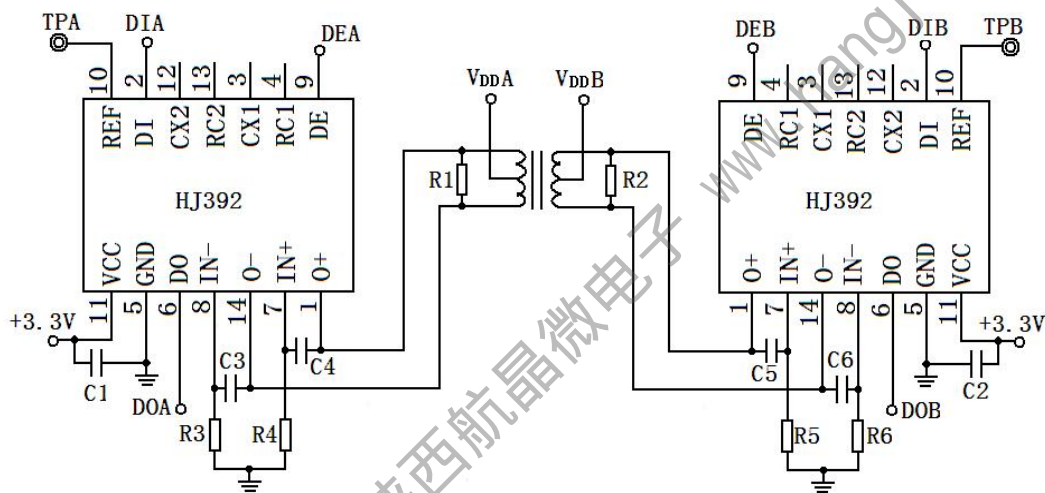
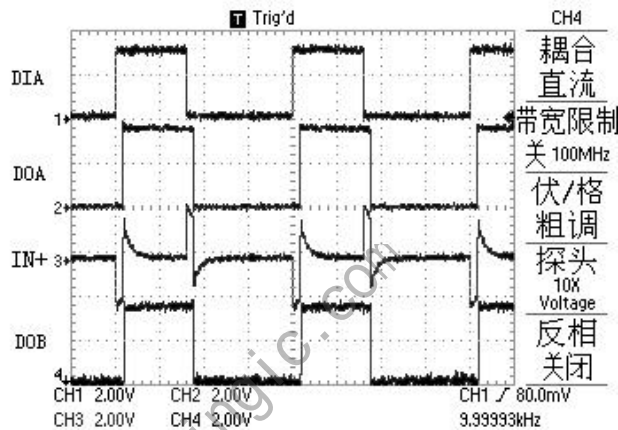
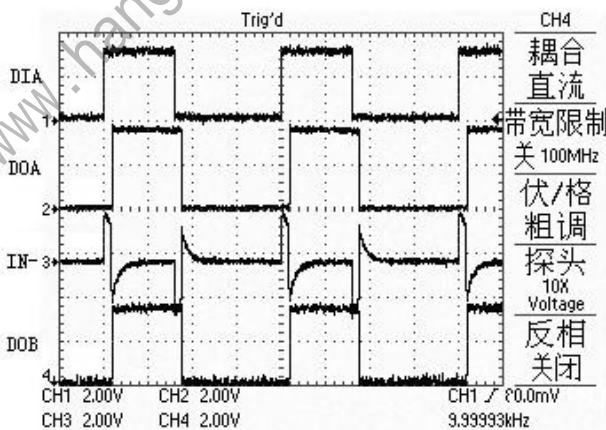

图 1
图 2
图 3
采用 HD14-02A 陶瓷双列直插封装, 外形尺寸见附录一图 2。
1. 图 1 中， $C1=C2=1\mu F$ ， $C3=C4=C5=C6=0.1\mu F$ ， $R3=R4=R5=R6=5.1K\Omega$ 。
2. 典型应用如图 1 所示，其输入、输出波形对应关系如图 2 和图 3 所示。